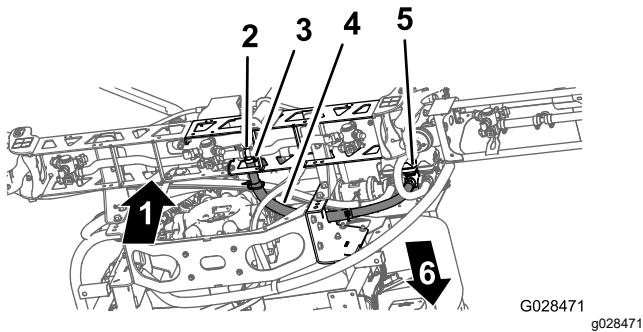

Figura 42
1. Enrute la manguera de la sección de brazo central como se muestra en Figura 42.
2. Instale la manguera de la sección del brazo sobre la espiga del conector en T de la sección de brazo central y sujete la manguera con una abrazadera (Figura 42).